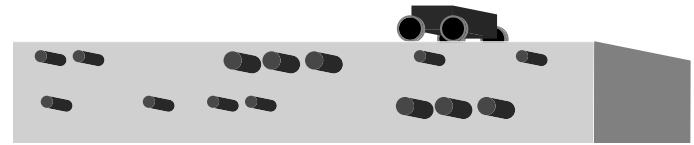

**Abbildung 29:** Mindestabstand für die Messung des Durchmessers
- Lage der Bewehrungsstäbe auswerten und entsprechend dem geforderten Mindestabstand die ideale Stelle zum Messen des Durchmessers und der Deckung ermitteln (siehe Abbildung 29). Liegt der Abstand  $S_x$  zwischen parallelen Bewehrungsstäben zwischen 5 cm und 13 cm (2,0" bis 5,2"), zuerst den entsprechenden Wert für die Nachbarstaborrektur eingeben.
Die Messgenauigkeit bei der Bestimmung des Durchmessers ist eine komplizierte Funktion der Grössen und Abstände der Bewehrungsstäbe in der ersten und zweiten Lage. In der Praxis kann sie, wenn die Anforderungen an den Mindestabstand erfüllt sind (siehe Abbildung 29,  $S_1 > 5 \text{ cm} / 2''$ ,  $S_2 > 15 \text{ cm} / 6''$  wie in den Technischen Daten angegeben), wie in den Technischen Daten, also mit  $\pm 1$  Stabgrösse, zusammengefasst werden.